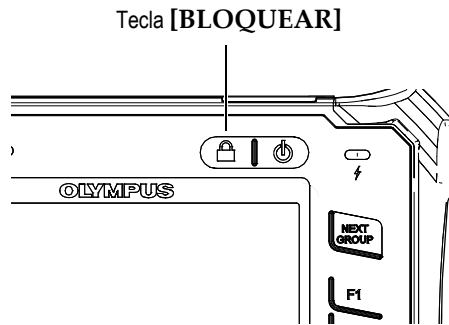

Figura 2-7 Rueda de ajuste: Tecla [BLOQUEAR]
- La tecla [BLOQUEAR] (modelo con la rueda de ajuste solamente) bloquea automáticamente todos los parámetros para evitar la modificación involuntaria de los ajustes debido a un movimiento accidental de la rueda (véase la Figura 2-7 en la página 42).